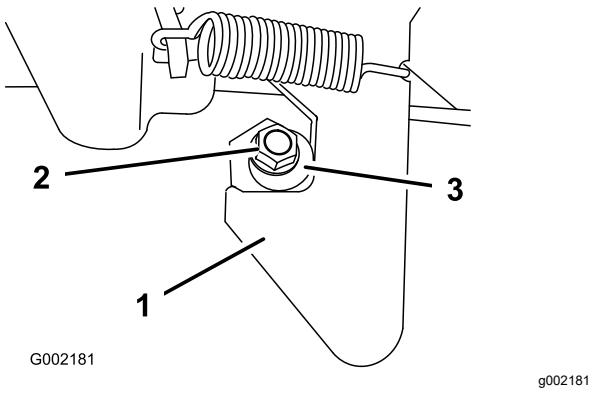

Figura 50
1. Afloje la contratuerca del extremo del tope del enganche (Figura 50).
2. Gire el tope del enganche en sentido horario hasta que quede apretado contra el enganche (Figura 50).